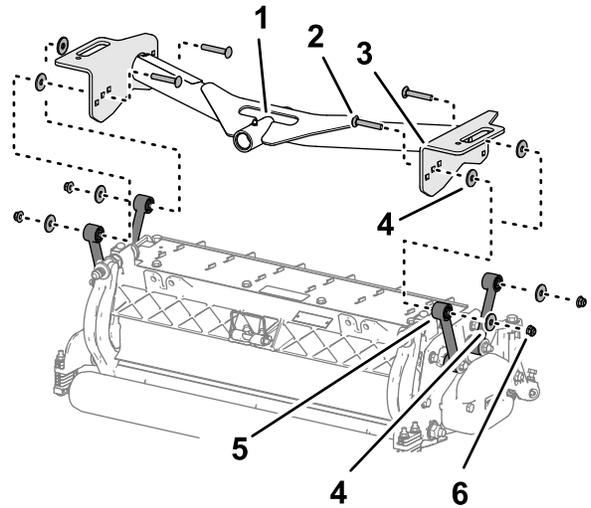

Figura 17
1. Alinhe os orifícios das placas da estrutura de suporte frontal com os orifícios nas placas de montagem na unidade de corte (Figura 17).
2. Alinhe a anilha entre a placa de suporte e a ligação (Figura 17), e monte as placas e o espaçador com um parafuso de carroçaria (3/8 x 2 1/4 pol.), uma anilha e uma porca flangeada (3/8 pol.)